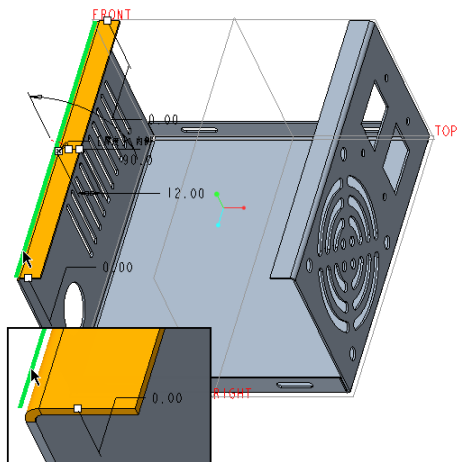

图 6-96 选择连接边
(1) 在功能区“模型”选项卡的“形状”组中单击  (平整) 按钮, 打开“平整”选项卡。默认的形状选项为“矩形”选项, 折弯角度为“90°”, 折弯的内侧半径值默认等于“厚度”。
(2) 选择图 6-96 所示的一条边作为新平整壁的连接边。